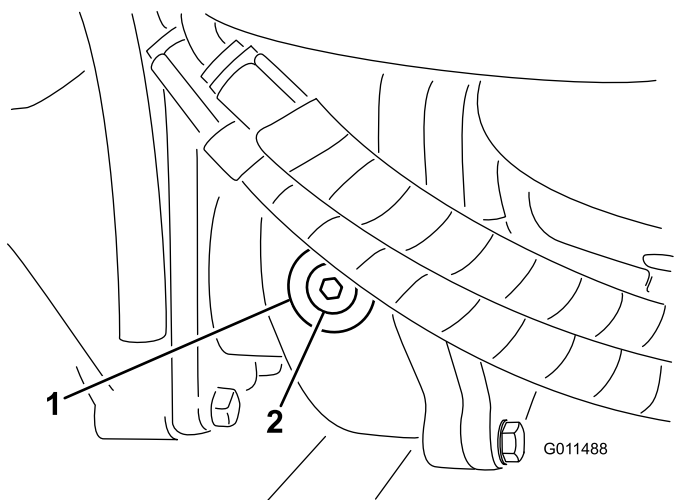

図 93
2. ギアボックスの左側から点検・補給用プラグ(図 93)を抜き、穴の高さまで潤滑油があることを確認する。油量が足りなければ穴の下部まで補給する。